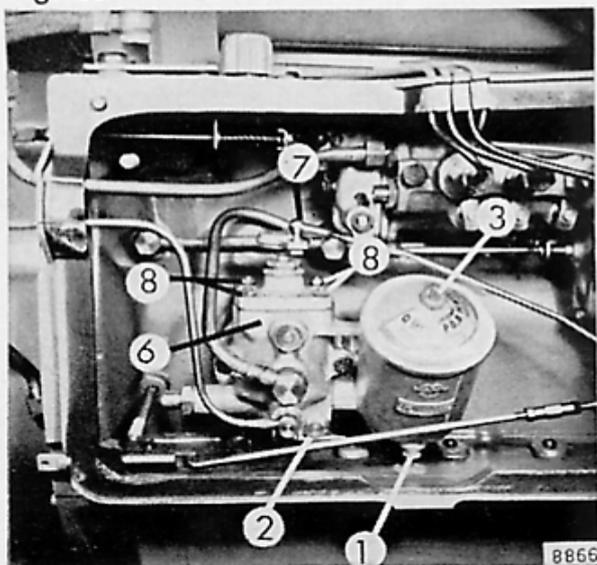

Fig. 37
Toutes les 240 heures de marche (à chaque deuxième vidange) l'huile altérée sera évacuée en desserrant les deux bouchons de vidange (1 et 2) – Figure 37 –. Enlevez le couvercle du micro-filtre en dérivation après avoir desserré l'écrou de serrage (3).